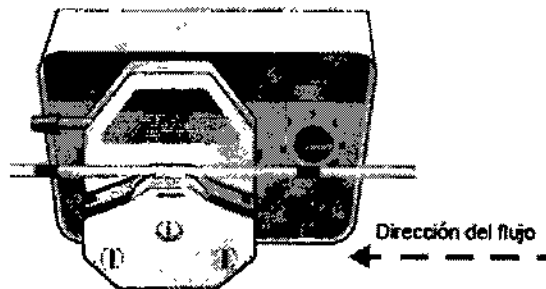

Fig 10. Introducción del Tubo del calentador n.º 1 del calentador en la cabeza de la bomba peristáltica
10. Sujetando el Tubo n.º 1 con ambas manos, introduzca la parte situada entre las etiquetas verdes en la cabeza de la bomba peristáltica (Fig. 10).
IMPORTANTE: El Tubo n.º 1 procedente de la bolsa I.V. debe entrar en la cabeza de la bomba por el lado *derecho*; la dirección del flujo es de *derecha a izquierda* (tal y como indican las flechas en la Fig. 10).